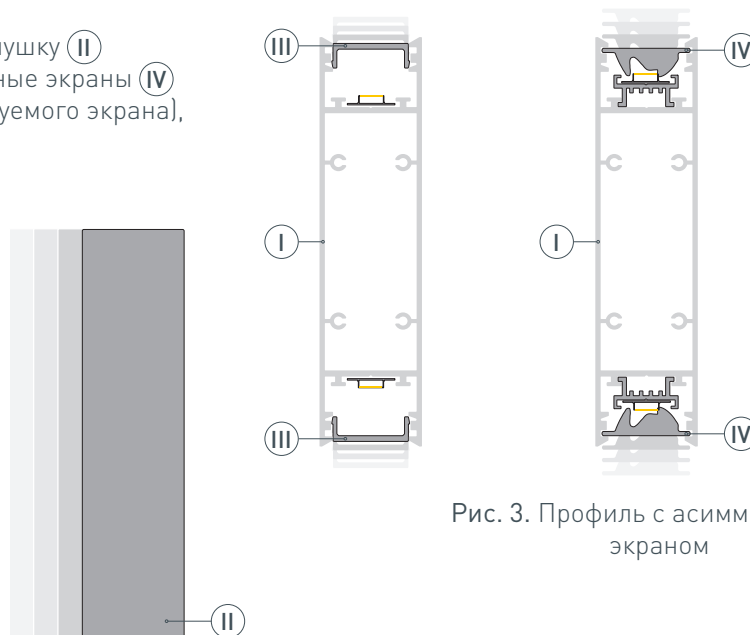

Рис. 3. Профиль с асимметричным экраном
- 3 / Установите на профиль I заглушку II и экраны III, либо асимметричные экраны IV (в зависимости от типа используемого экрана), как показано на рис. 3.